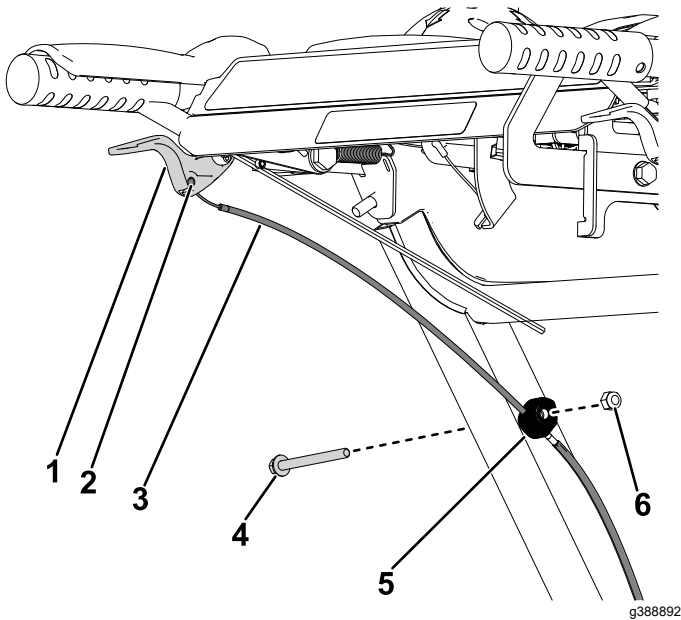

Bild 5
6. Trennen Sie den Kupplungszug auf der linken Seite der Maschine vom Kupplungshebel (Bild 5). Wiederholen Sie diese Schritte an der rechten Seite.
7. Entfernen Sie auf der linken Seite der Maschine die Sechskantmutter ($\frac{1}{4}$ ") und die Schraube ($\frac{1}{4}$ " x $2\frac{3}{4}$ "), mit denen die Kabelklemme am unteren Griffrohr befestigt ist (Bild 5). Wiederholen Sie diese Schritte an der rechten Seite.